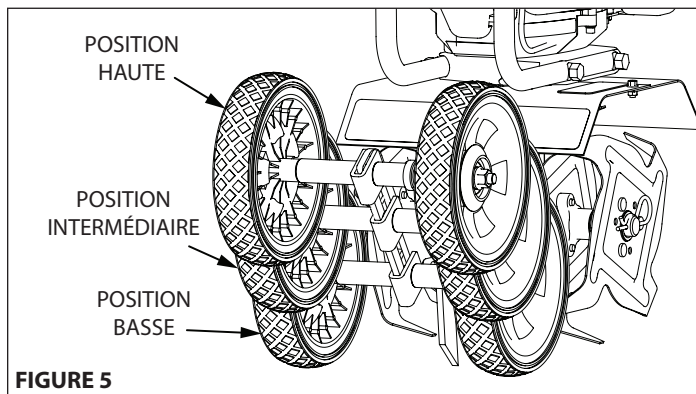

FIGURE 5
Les roues de la motobineuse comportent trois positions de réglage. La position **BASSE** des roues s'utilise pour transporter la motobineuse sur une surface lisse et de niveau avec le moteur à l'arrêt. Les positions **HAUTE** et **TRÈS HAUTE** des roues s'utilisent lors du binage pour stabiliser la machine à différentes profondeurs de travail. **VOIR FIGURE 5**
**VOIR FIGURES 5 ET 6 :**